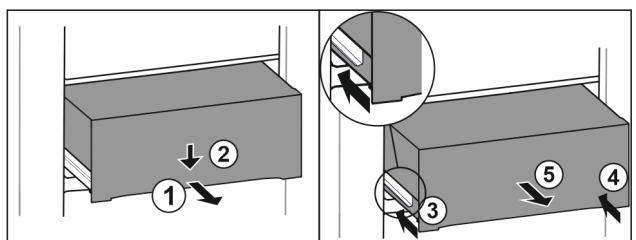

Fig. 120
- ▶ Estrarre il cassetto a metà. Fig. 120 (1)
- ▶ Premere il cassetto sul lato anteriore verso il basso. Fig. 120 (2)
- ▶ Spingere la guida sinistra di circa 2 cm verso l'interno. Fig. 120 (3)
- ▶ Spingere la guida destra di circa 2 cm verso l'interno. Fig. 120 (4)
- ▶ Rimuovere il cassetto tirandolo in avanti. Fig. 120 (5)